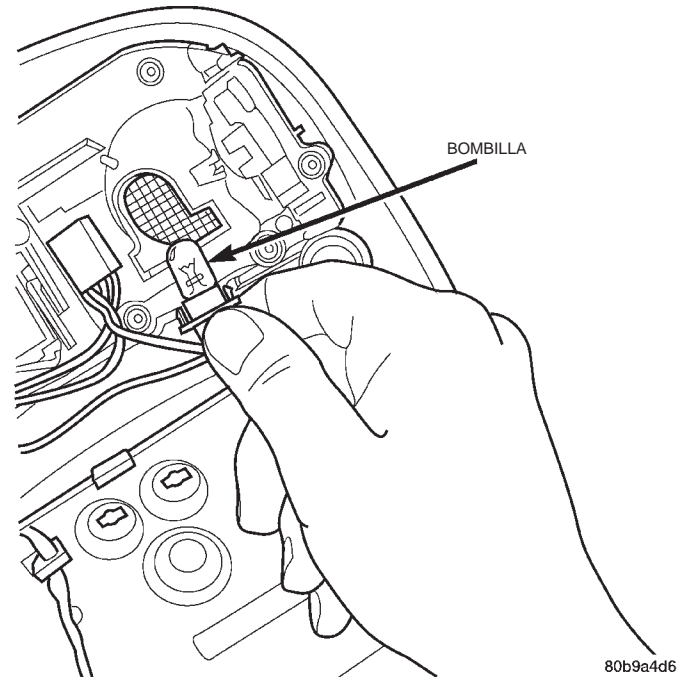

Fig. 7 Bombilla de luz de lectura de la consola de techo
(1) Retire la consola de techo.
(2) Gire la consola hasta que pueda verse la bombilla (Fig. 7).
(3) Tome la bombilla y retírela del portalámparas.